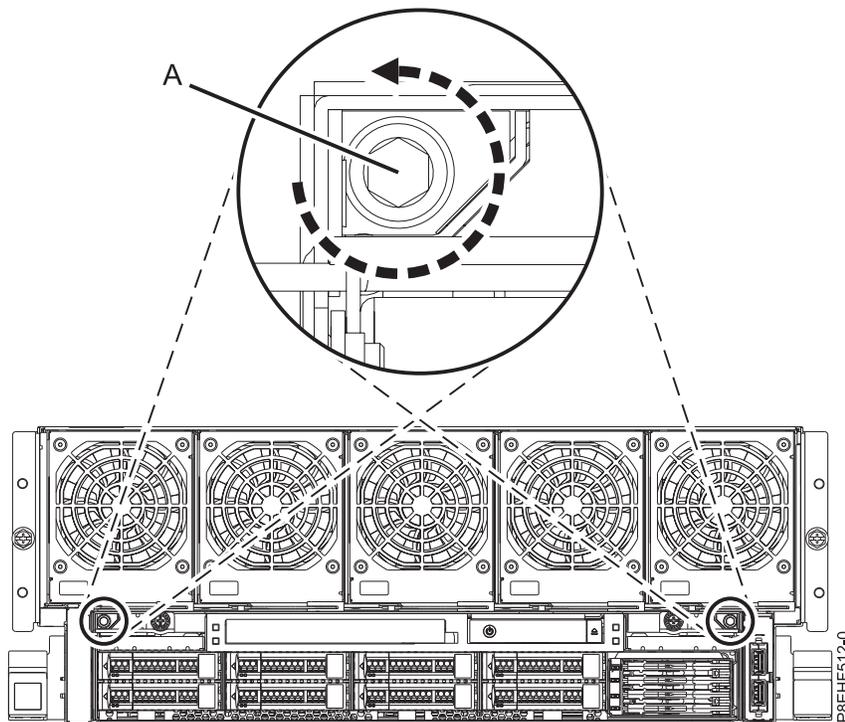

図 2. 配送用ねじを緩める
2. に示すように、4 mm 6 角レンチを使用して、RAID アセンブリー内のくぼみのある配送用ねじ (A) を緩めます。取り外しはしないでください。 図 2